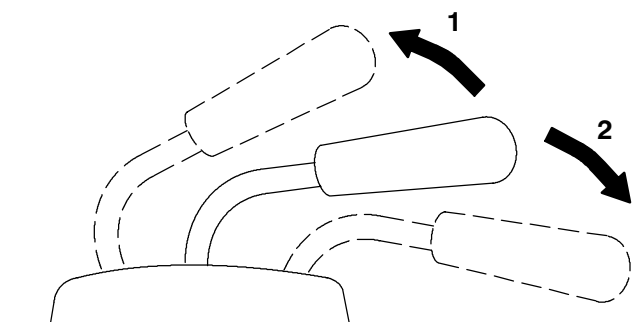

Abbildung 19
2. Den Hubhebel nach OBEN ziehen, um das Zusatzgerät anzuheben (Abb. 19). Dadurch wird das Zusatzgerät angehoben und in gehobener Position gehalten.
2. Den Hubhebel nach UNTEN drücken, um das Zusatzgerät abzusenken (Abb. 19).